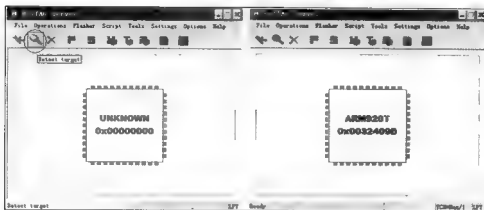

图 2-17 检测 CPU
(2) 开发板上电后，单击“Detect target”，软件会自动检测 CPU，检测成功后会显示 CPU 型号，如图 2-17 所示，CPU 型号为 ARM920T 0x0032409D。